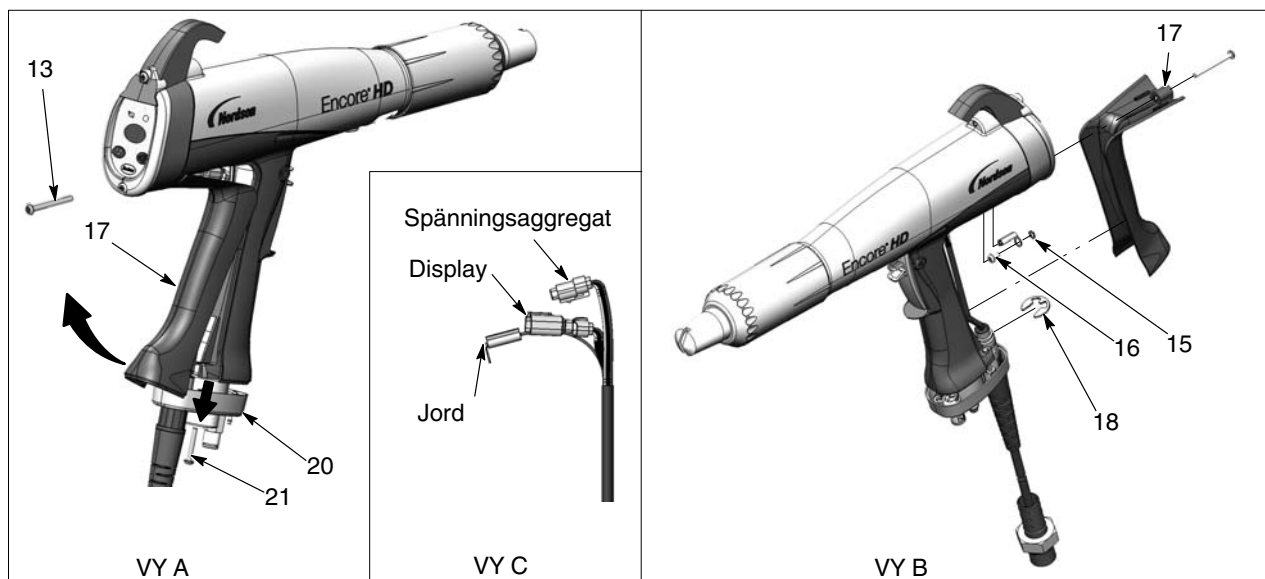

Bild 6-7 Byte av kabel
2. Se bild 6-7, vy A. Tag av de två M3 x 20-skruvorna (21) som fäster handtagsbasen (20) till handtaget.
3. Tag av den nedre M3 x 35 skruven (13) från displaymodulen.
4. Drag av basen från handtagsdelen tillräckligt långt för att nederkanten på jordkontakten (17) skall friläggas från basen.
6. Se bild 6-7, vy B. Tag av M3 x 8-skraven, låsbrickan (16, 15), och jordanslutningen från jordkontakten.
7. Tag av låsbrickan (18) från kabeln.
8. Se bild 6-7, vy C. Drag ut kabelanslutningarna ur handtaget. Stick in en liten flatklingad skruvmejsel i spåren i kontakten för spänningsaggregatet och displayen så att spärren släpper och koppla därefter loss dem.
1. Se bild 6-7. Mata igenom en ny kabel genom handtagsbasen, sätt därefter på låsbrickan (18) på kabeln så att den hålls på plats.
3. Anslut kabelkontakten till jordkontakten (17) med M3 x 6 skruven och låsbrickan (16, 15).
6. Tryck handtagsbasen (20) upp mot handtaget och jordkontakten och drag ordentligt åt de två M3 x 20 skruvarna (21) i basen.
7. Sätt tillbaka M3 x 35-skruven (13) i displaymodulens nederdel.